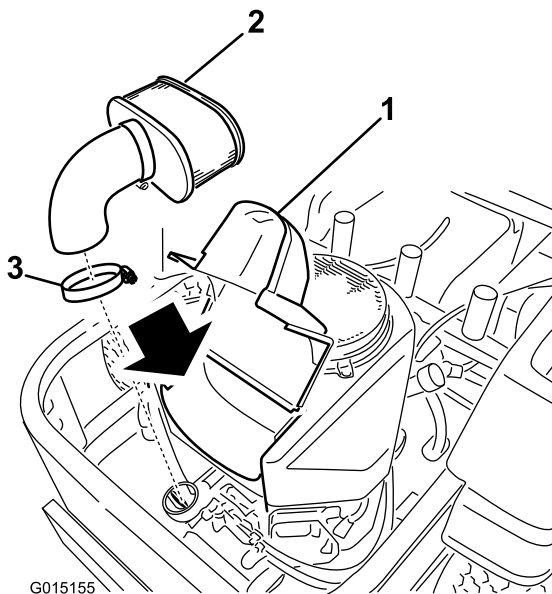

Figura 42
3. Pulite attorno al coperchio del filtro dell'aria per evitare che la sporcizia penetri nel motore causando danni, sollevate il coperchio e rimuovete la fascetta stringitubo che fissa il gruppo del filtro dell'aria al motore (Figura 42).
4. Allentate la fascetta stringitubo e rimuovete l'elemento di carta (Figura 42).